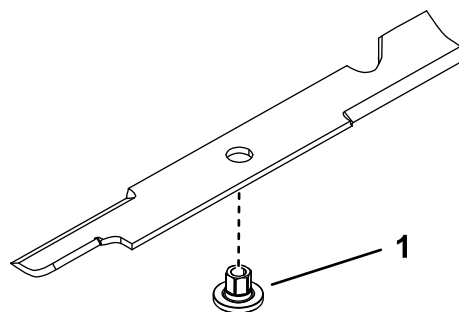

Figure 95
1. Insérez la douille dans la lame en plaçant l'embase sur le côté inférieur (côté herbe) de la lame (Figure 95).